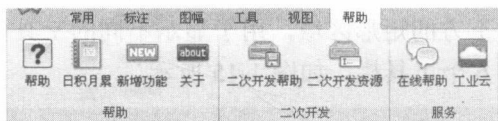

图 1-20 “帮助”工具栏
(6) “帮助”工具栏：又分为帮助、二次开发、服务 3 个子工具栏，如图 1-20 所示。